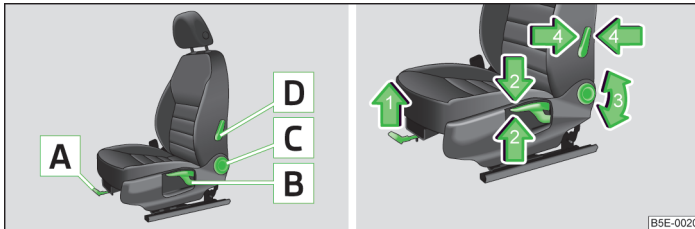

Fig. 46 Organes de commande du réglage manuel des sièges
- Tirez la manette **A** » fig. 46 dans le sens de la flèche 1 et poussez le siège dans la direction souhaitée.
- Tirez ou poussez de façon répétée sur la manette **B** » fig. 46 dans la direction de l'une des flèches 2.
- Délestez le dossier (ne vous appuyez pas dessus) et faites tourner la molette **C** » fig. 46 dans le sens de la flèche 3 pour régler l'inclinaison du dossier.
- Poussez la manette **D** » fig. 46 dans la direction l'une des flèches 4